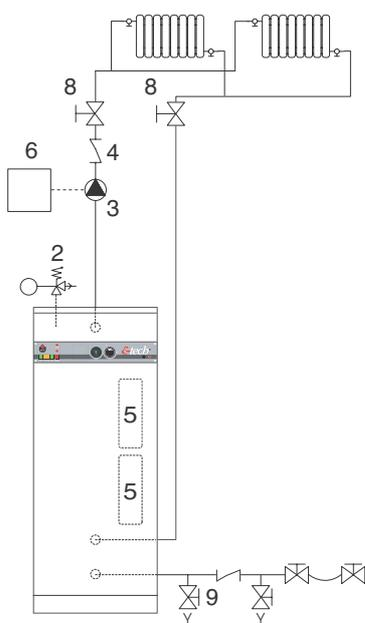

Fig. 2a: Schéma hydraulique avec circulateur contrôlé par un thermostat d'ambiance
6. Thermostat d'ambiance (fig. 2a)